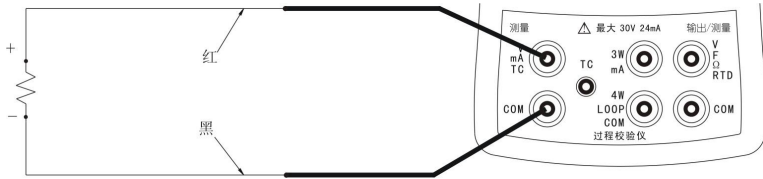

图 6 测量端测量电流
- (1) 按  直至屏幕上方显示“mA”。
- (2) 按图 6 方式连接校验仪。
- (3) 屏幕上方将显示正确的测量值。